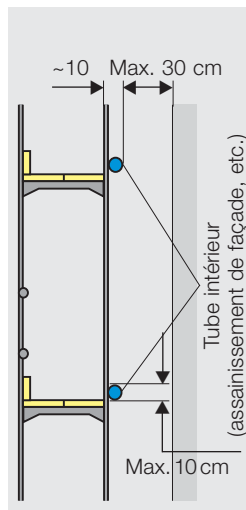

Figure 13: tube intérieur.
- tubes intérieurs à la hauteur des platelages (fig. 13). Uniquement si des consoles ne peuvent pas être installées.